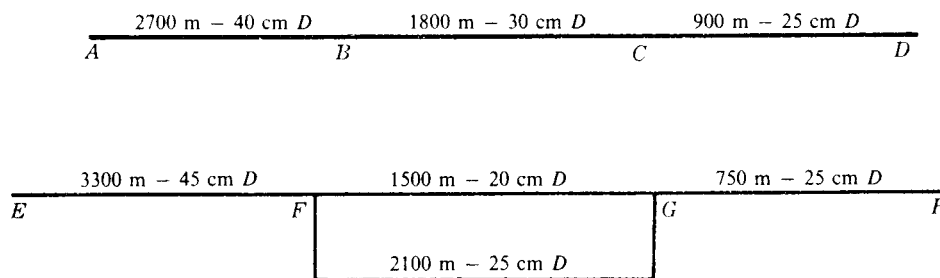

Fig. 8-6
13. En la Fig. 8-6, ¿qué sistema tiene más capacidad, el $ABCD$ o el $EFGH$? ($C_1 = 120$ para todas las tuberías.)